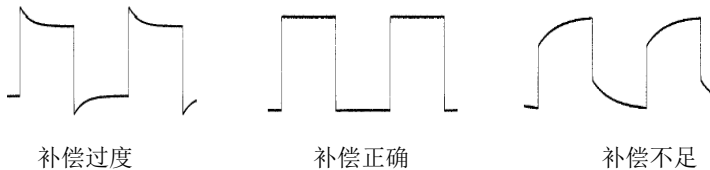

图 12 探头补偿
2. 检查所显示的波形形状并与图 12 所得波形进行对比。
3. 使用附件中提供的探头补偿调节棒调整探头上的低频补偿调节孔，直到显示的波形如上图 12 所示的“补偿正确”。